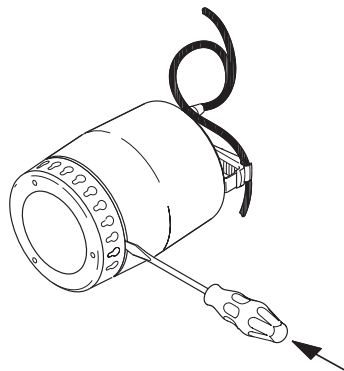

Fig. 11
3. Îndepărtați cu grijă sита de aspirație, introducând o șurubelniță prin una din găurile sitei și apăsata în jos. Repetați operația până când sита este îndepărtată (vezi fig. 11).